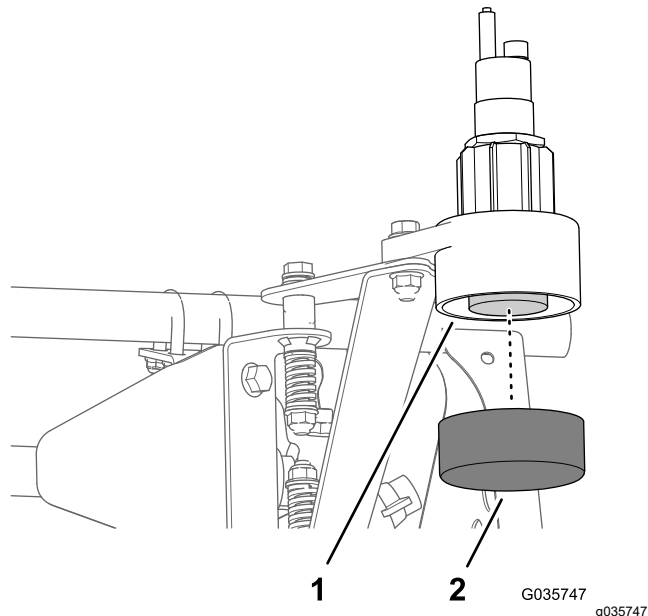

Figure 47
1. Placez le capuchon au bas du logement inférieur (Figure 47).